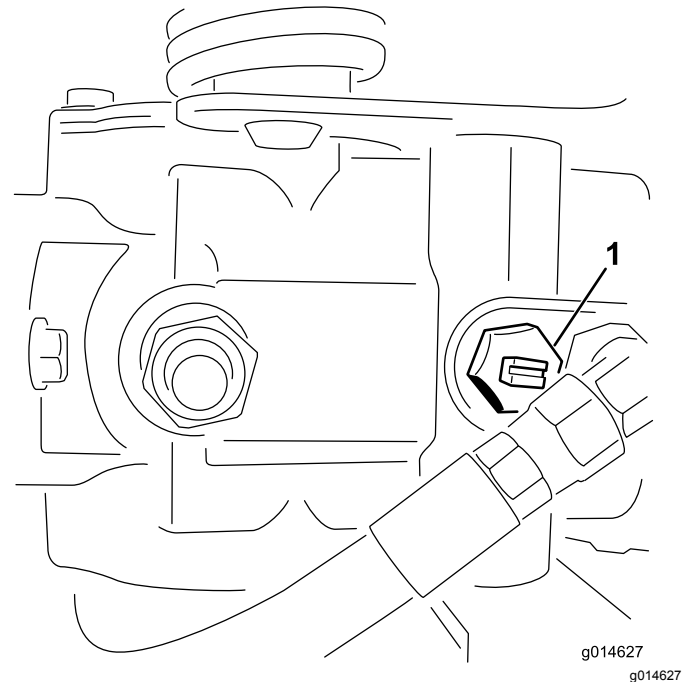

Figure 43
1. Localisez la vanne de dérivation sur la pompe et tournez-la jusqu'à ce que la fente soit verticale (Figure 43).
2. Avant de mettre le moteur en marche, fermez la vanne de dérivation (fente horizontale) (Figure 43). Ne mettez pas le moteur en marche quand la vanne est ouverte.